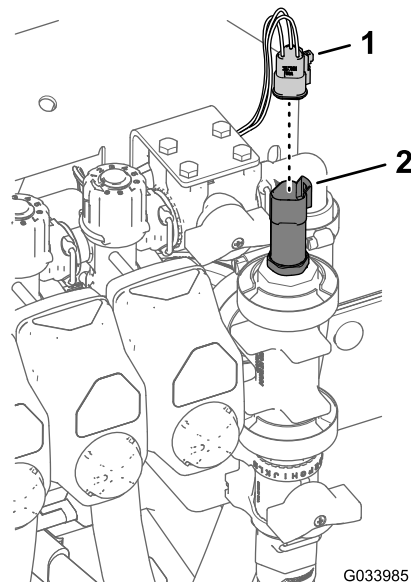

Figura 35
3. Monte o suporte da válvula de controlo na montagem do coletor (Figura 35) com 4 parafusos de cabeça flangeada (6 x 16 mm) e 4 porcas de bloqueio flangeadas (6 mm); aperte os parafusos com uma força de 10 a 12 N·m.
5. Ligue o conector de 3 tomadas ao transdutor de pressão (Figura 35).